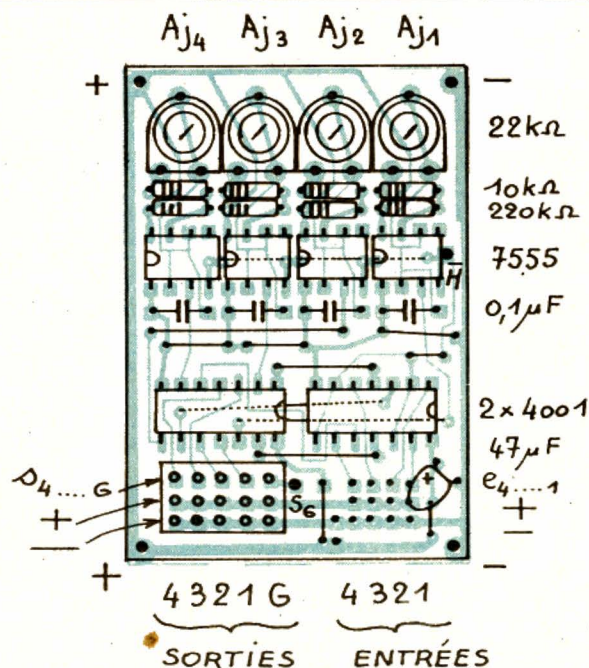

Fig. 7. - Implantation des composants.
3. Pose des composants (fig. 7)